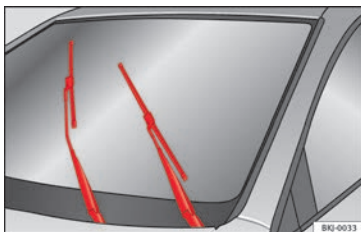

Fig. 88 Essuie-glace en position d'entretien.
- Connectez puis coupez le contact d'allumage puis (après environ 9 secondes), déplacez le levier des essuie-glaces vers le bas (balayage bref). Les balais se déplacent à la position de maintenance » » **fig. 88**.